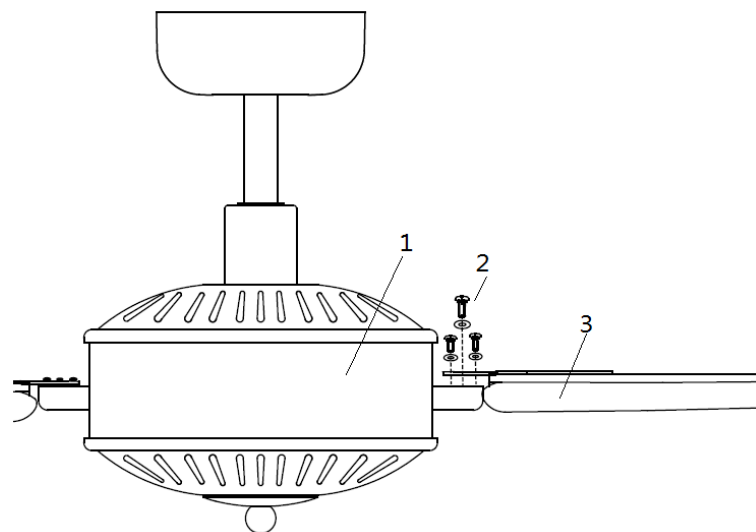

Fig. 5
- Zorg ervoor dat de 3 openingen van het blad (3) overeen komen met de ventilatormotor (1).
- Maak het bald vast met 3 bladen bouten met sluitringen (2) die voorzien zijn.
- Volg hetzelfde proces voor de 2 overblijvende bladen. (Fig.5)